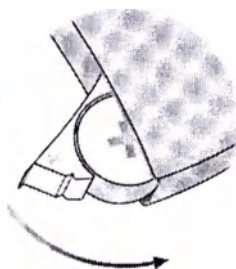

Рисунок 6 – Включение аппарата
2.1.2.1 Включите слуховой аппарат, полностью закрыв крышку батарейного отсека до щелчка (рисунок 6). После закрытия батарейного отсека Вы услышите музыкальный фрагмент. Это означает, что элемент питания работает, и аппарат включен.